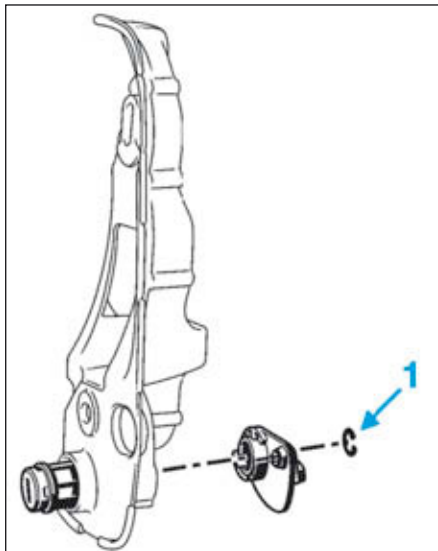

FIG.111
- le circlip (1) (Fig.111),
- le circlip (1) (Fig.111).